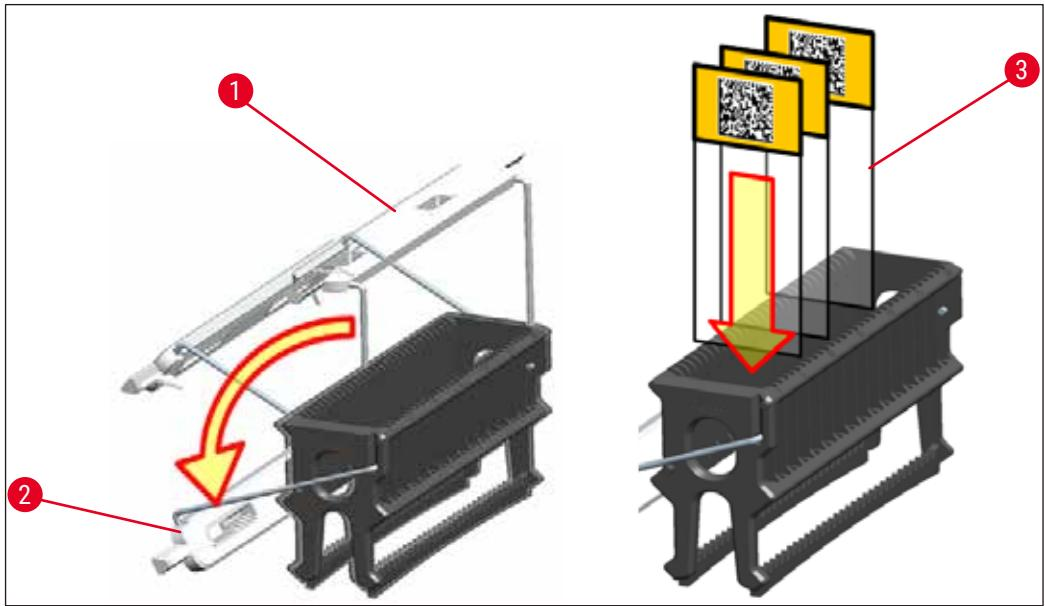

図81
- ラックは Leica のロゴがある側が前面です。ハンドル取り付け後、ハンドルを見ると、「FRONT」の表示が目に入ります (→「図81」)。
1. ラックハンドルを正立位置にします (→「図 81」)。